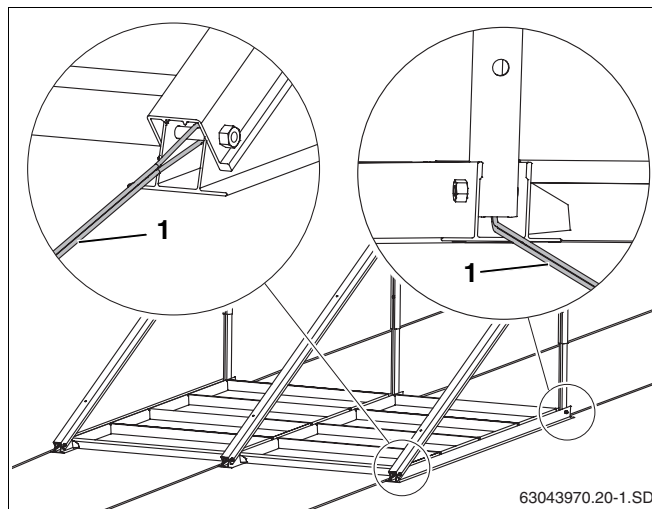

Fig. 28 Telaio di sostegno per tetto piano fissato con funi
- Fissare ciascun collettore con almeno 2 funi metalliche (fig. 28, **pos. 1**), di fornitura del committente, alla vite del profilo inferiore e ad un idoneo appiglio del tetto.